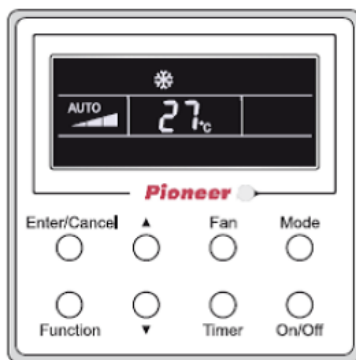

Рис.5 Вид “Включено”
- ② На рис. 5 изображен пример вида дисплея в состоянии оборудования «вкл.».